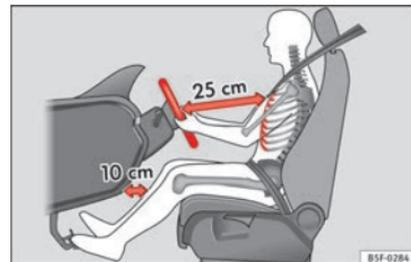
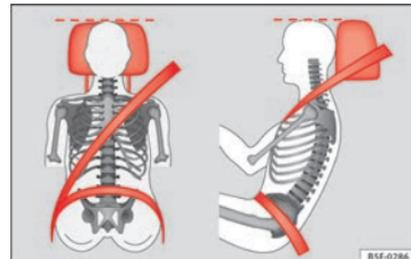

Abb. 1 Der richtige Abstand des Fahrers zum Lenkrad.
Abb. 2 Richtiger Gurtbandverlauf und richtige Kopfstützeneinstellung. »
- Sitzeinstellung so vornehmen, dass der Abstand zwischen Lenkrad und Brustbein mindestens 25 cm beträgt » Abb. 1 und das Lenkrad mit beiden Händen und leicht gebeugten Armen seitlich am äußeren Rand festgehalten werden kann.
nen durchgetreten werden können und der Abstand zur Instrumententafel im Kniebereich mindestens 10 cm beträgt » Abb. 1.
Kopfstütze positionieren » Abb. 1 und » Abb. 2.
Den richtigen Abstand zwischen Fahrer und Lenkrad » Abb. 1 mit Hilfe der Bedienungselemente am Fahrersitz einstellen » Seite 64.